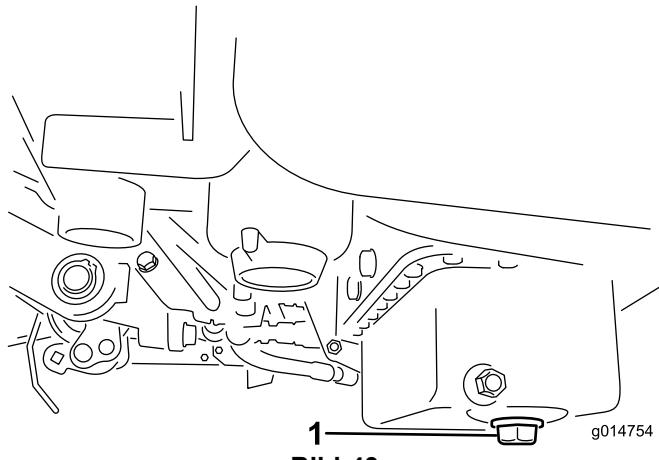

Bild 43
- Entfernen Sie die Ablassschraube und lassen das Öl in ein Auffanggefäß ab. Schrauben Sie die Ablassschraube wieder ein, nachdem das Öl abgelaufen ist (Bild 43).